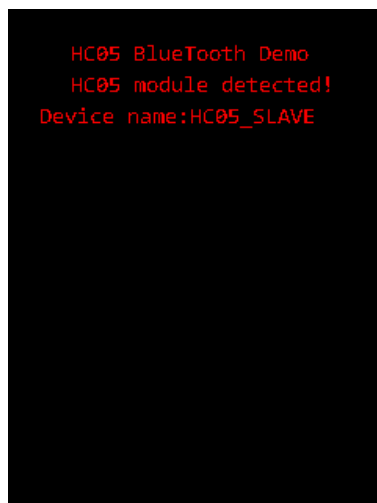

图 2-3 HC05 模块正常运行时的液晶显示
- ❑ 开发板的液晶屏会显示 “HC05 BlueTooth demo, HC05 module detected! Device name :HC05_SLAVE” 三行文字，见图 2-3，，长按开发板的 **KEY2** 按键(注意不要按 KEY1)，会随机生成一个新名字；
- 开发板的液晶屏会显示“HC05 BlueTooth demo, HC05 module detected! Device name :HC05_SLAVE”三行文字，确认两个开发板的液晶都显示这样的状态。见图 2-3;